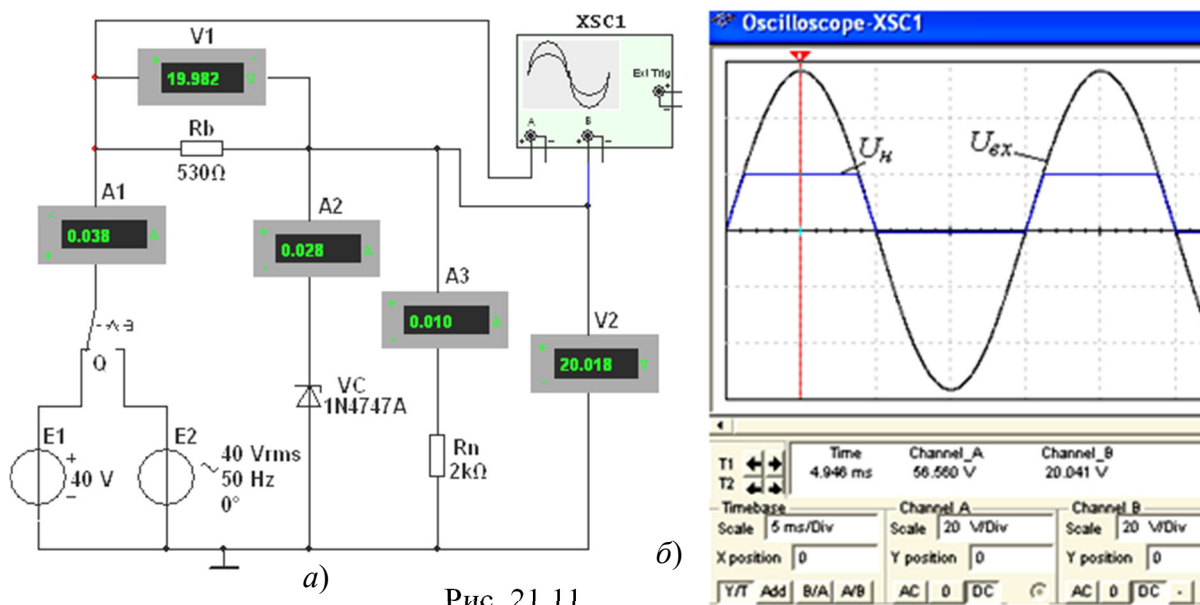

Рис. 21.11
Задание 2. **Собрать** схему испытания стабилитрона (рис. 21.11, а) или открыть файл **21.11.ms10**. Согласно варианту задания (см. табл. 21.2) **выбрать** в библиотеке **Zener** тип стабилитрона **VC**, **рассчитать** и **установить** параметры элементов схемы. С этой целью:
– последовательно щелкая мышью на элементах схемы, **установить** в открывающихся окнах параметры (**Value**) остальных элементов схемы (рис. 21.11): ЭДС источника $E_1 = E_2 = |2U_{ст.ном}| \approx 40$ В, где $U_{ст.ном} \approx 1,001U_{ст.мин}$; сопротивление балластного резистора $R_b \approx U_{ст.ном}/I_{ст.ном} = 20,02/(37,5 \cdot 10^{-3}) \approx 530$ Ом, где $I_{ст.ном} \approx 3I_{ст.мин}$. **Принять** сопротивление нагрузки $R_n = 2$ кОм;
– **запустить** программу MS10. **Скопировать** изображение схемы (рис. 21.11, а) на страницу отчёта;
– **установить** переключатель **Q** в правое положение, **запустить** программу, **установить** визирную линию на экране осциллографа **XSC1** приблизительно на максимальное значение положительной полуволны синусоидального напряжения (см. рис. 21.11, б) и **убедиться**, что напряжение на нагрузке ограничено по амплитуде уровнем напряжения $U_{ст.ном}$.